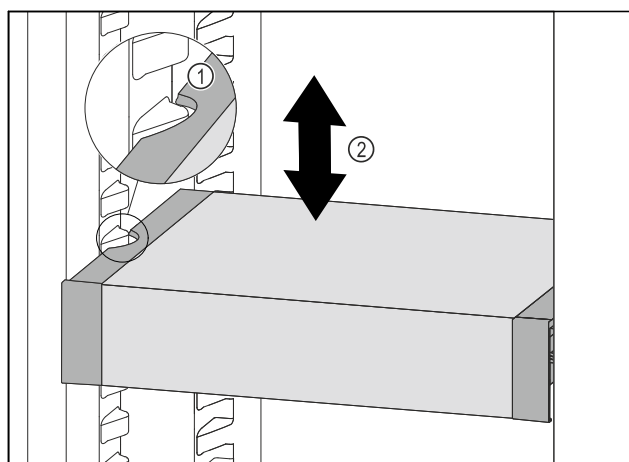

Fig. 82
- ▶ Dra VarioSafe framåt tills sidofördjupningarna på VarioSafe är i samma nivå som behållarlisterna i kyldelen. Fig. 82 (1)
- ▶ Förflytta VarioSafe uppåt eller nedåt i kyldelen tills önskad höjd har uppnåtts. Fig. 82 (2)